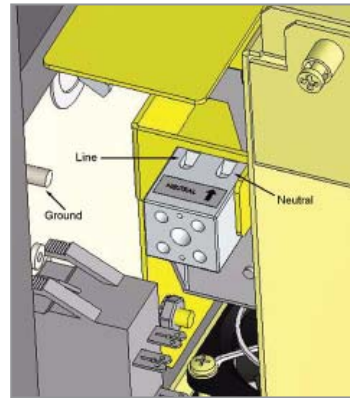

Figura 1 - Cablaggio a corrente alternata
Passo 4 Installazione dei cavi elettrici e del cablaggio di controllo (Figura 1).